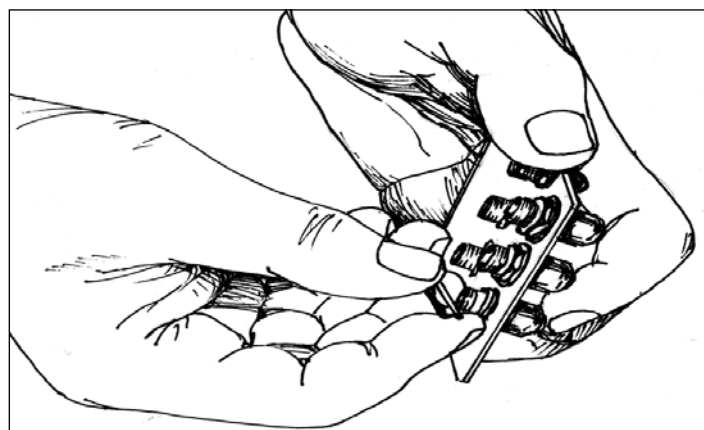

Рис. 3.14. Установка адаптеров
**3.2.5.** Откручивают планку с ячейками внутри шкафа и устанавливают необходимое количество адаптеров, предварительно снимая пылезащитные колпачки (Рис. 3.14). Далее закрепляют планку в шкафу.